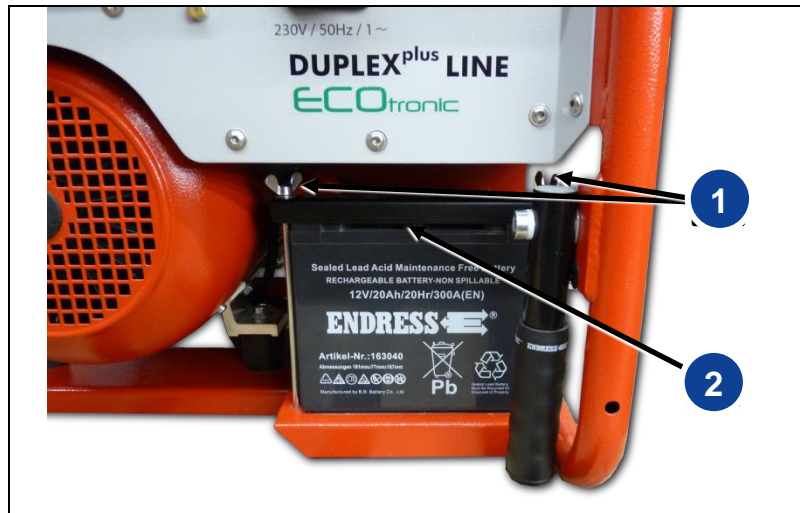

Fig. 6-2: Cambio de la batería
2. Afloje ambas tuercas de mariposa (Fig. 6-2-(1)) de forma que pueda retirarse el soporte de la batería (Fig. 6-2-(2)).